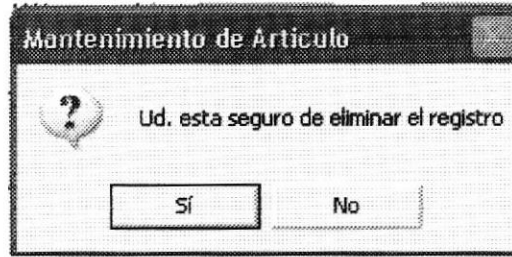

Figura 8.40. Información de Artículo.
2. Seleccione el botón eliminar  y le aparecerá una pantalla de advertencia como se muestra en la figura 8.40.